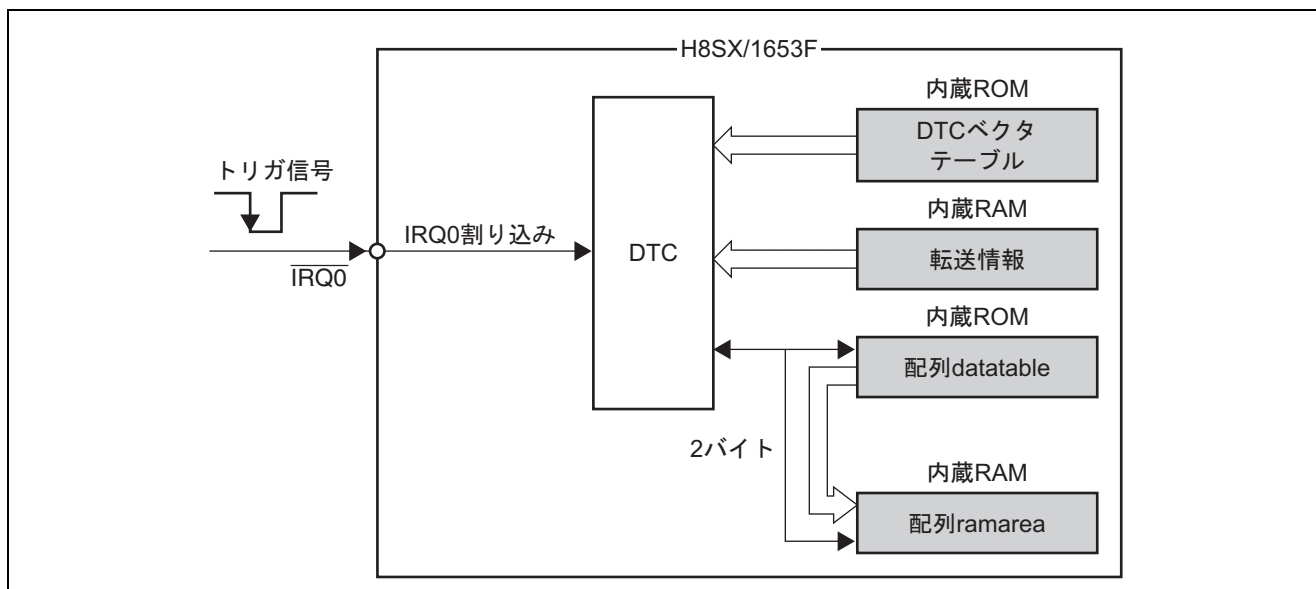

図1 DTC ライトバックスキップ処理データ転送
- 図 1に DTC ライトバックスキップ処理データ転送のブロック図を示します。